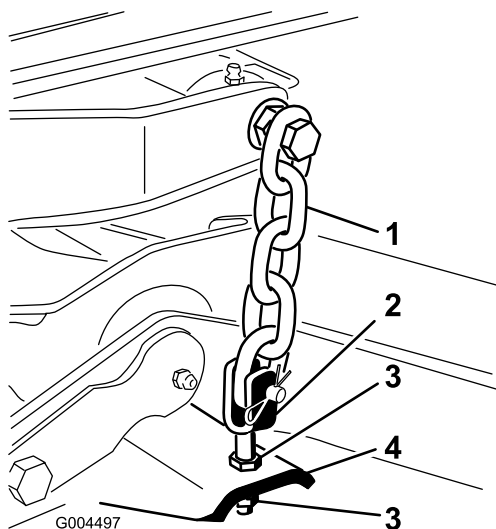

図 5
8. デッキのヨーク/チェーンをデッキに固定しているジャムナットを調整してデッキを水平にする 図 5。
7. ブレードのピッチが 8-11mm になるように、後のヨーク/チェーンを固定しているジャムナット 図 5 で刈り込みデッキ後部の高さを調整する。